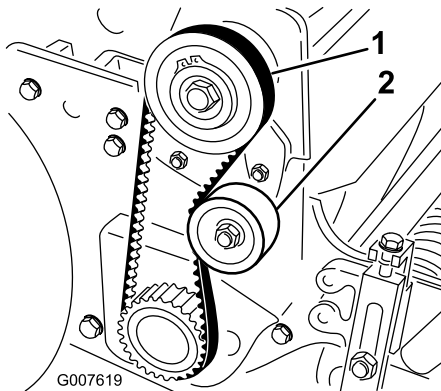

Figura 29
2. Verificate la tensione premendo sulla cinghia (Figura 29) al centro tra le pulegge, applicando una forza di 1,8–2,3 kg. La cinghia deve curvarsi di 6 mm.
- A. Allentate il dado di fissaggio della puleggia tendicinghia e ruotate la puleggia in senso orario verso il retro della cinghia, fino a ottenere la tensione desiderata (Figura 29).